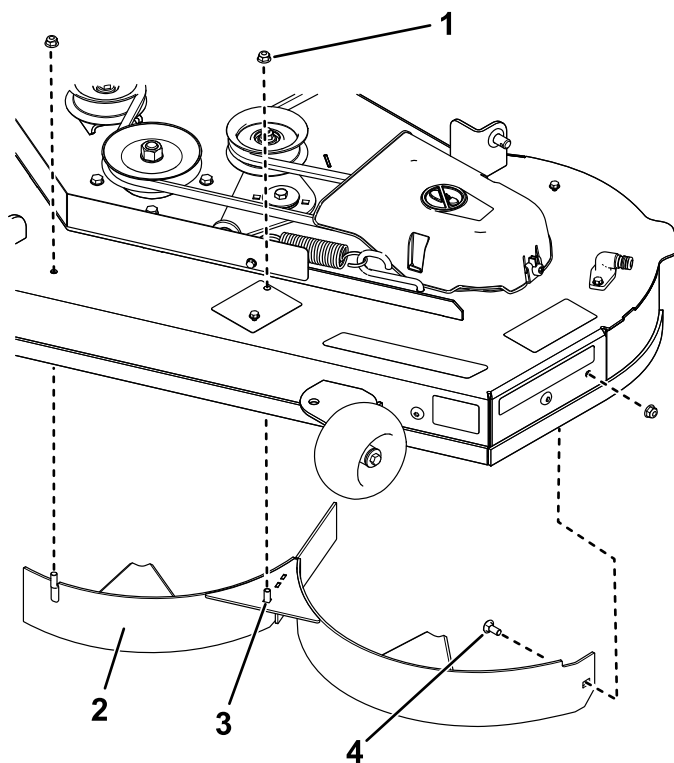

Figura 14
7. Rimuovete i 2 dadi di bloccaggio (5/16") dai perni saldati del deflettore sinistro (Figura 14).
8. Togliete il bullone a testa tonda e il dado di bloccaggio che fissano il deflettore sinistro al piatto di taglio, quindi rimuovete il deflettore (Figura 14).
9. Individuate i 2 bulloni tra le parti sciolte e utilizzate i dadi di bloccaggio esistenti e montate questi elementi di fissaggio nei fori illustrati nella Figura 14, sul piatto di taglio, per prevenire il rischio di detriti volanti.